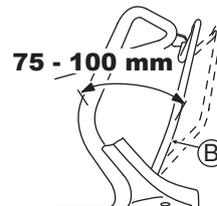

Abb. 25
Nehmen Sie die Einstellung so vor, dass die Maschine läuft (die Kupplung einrastet), wenn der Abstand zwischen dem Kupplungshebel (B) und dem Griff, wie in Abb. 25 dargestellt, 75 - 100 mm beträgt.